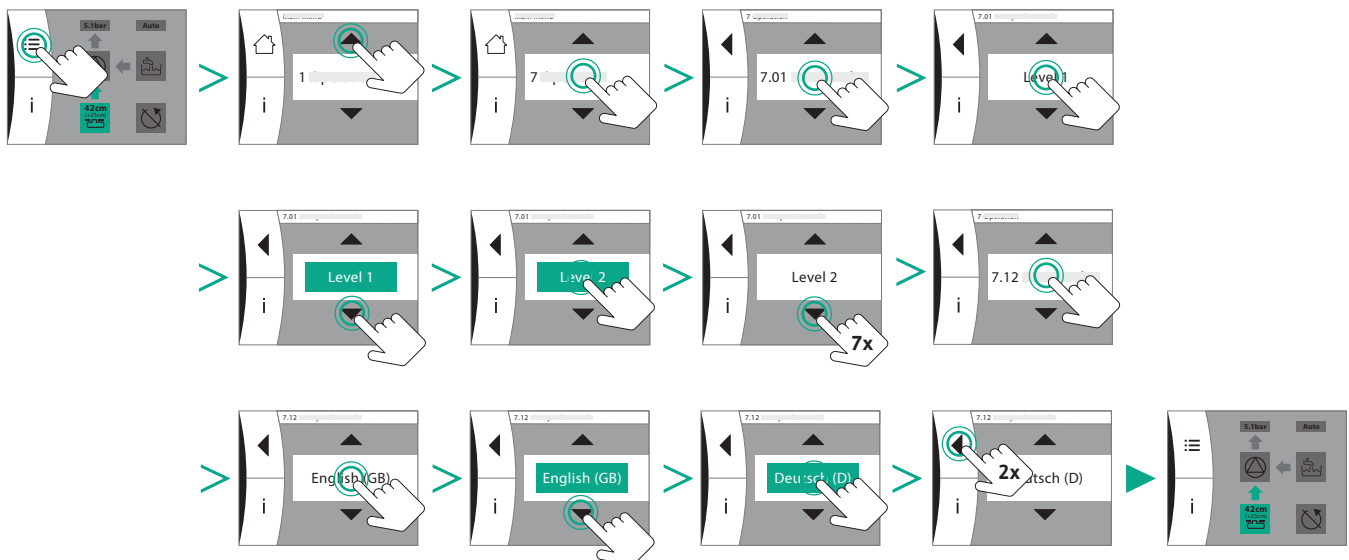

Fig. 24: Taal instellen
7. Selecteer de gewenste taal voor het menu (Fig. 24).